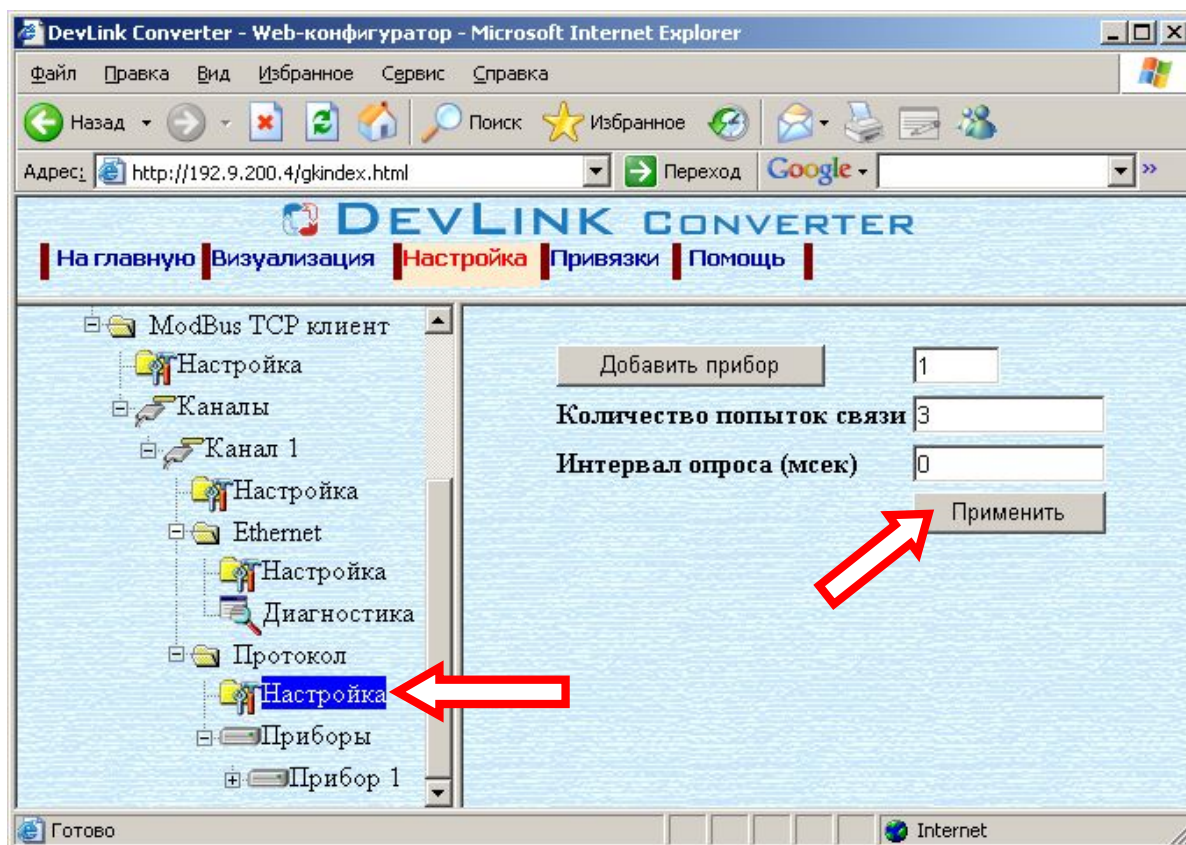

Рисунок 3.10 – Настройка уровня протокола
- Выберите в дереве объектов *папку «Настройка»* в ветке “Протокол” (рисунок 3.10).
- Задайте необходимые настройки и для их применения нажмите кнопку «Применить» (рисунок 3.10).